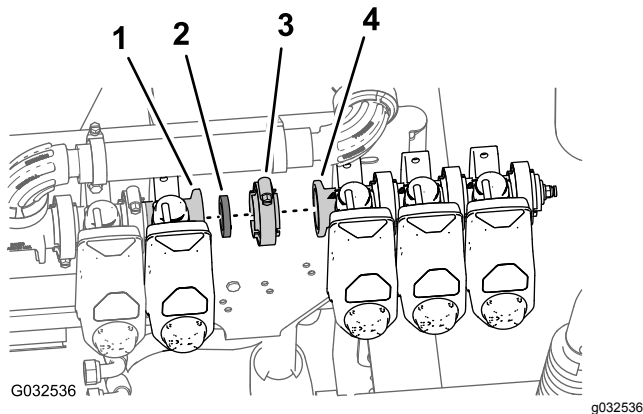

Figura 91
1. Alinhe a junta e a flange da válvula da secção esquerda (identificada como válvula do bico 8) com a flange da válvula do bico 7 (Figura 91).
2. Prenda sem apertar a junta e a válvula do bico 8 com a válvula do bico 7 com uma braçadeira flangeada (Figura 91).